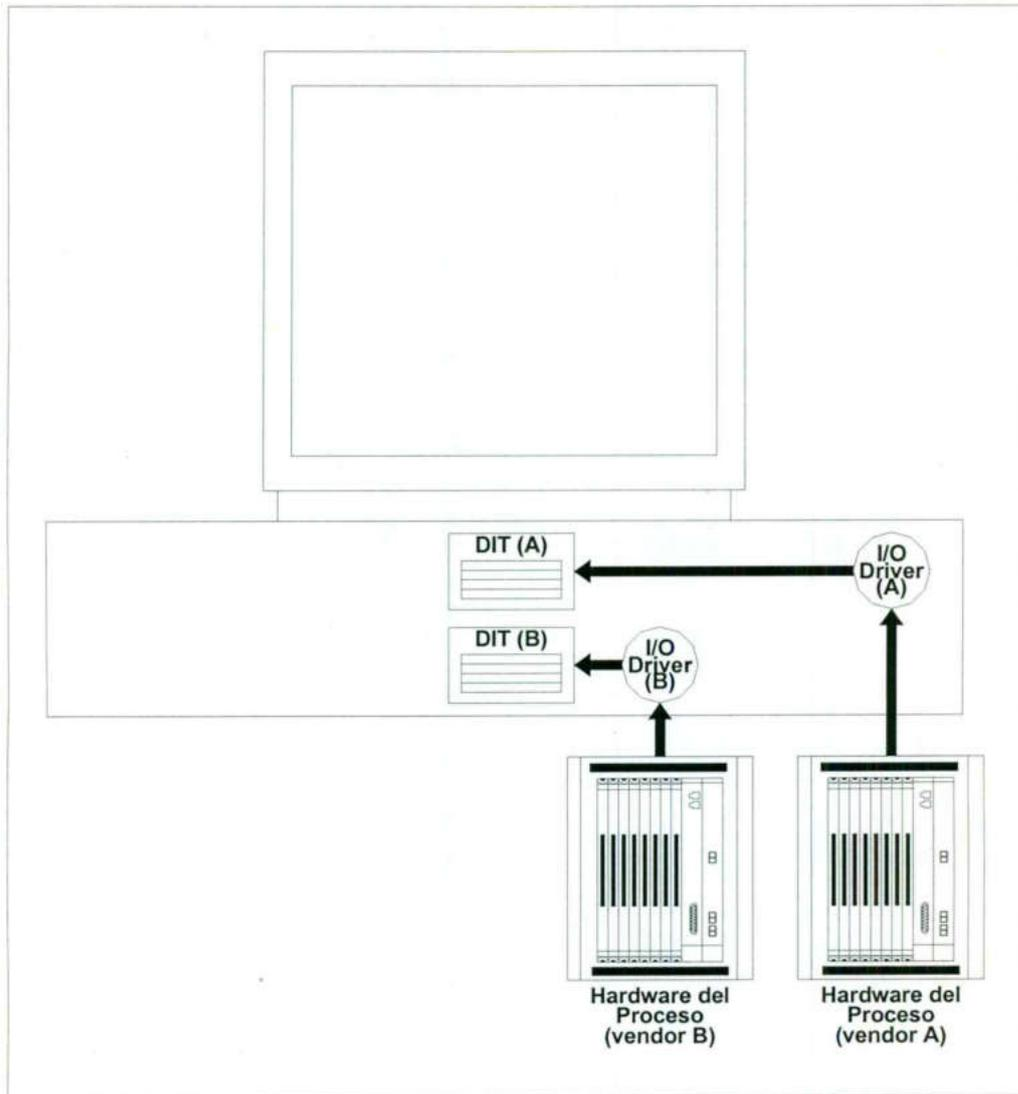

Figura 2-3: Arquitectura Básica (I/O del Driver)
- la Figura 2-3 muestra dos I/O de Drivers leyendo datos del Servidor SCADA